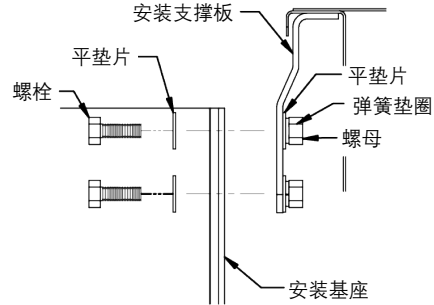

图 19 - 将安装基座固定在安装支撑板上
2. 用3/8" (10mm)五金件将安装基座上每一个孔和安装支撑板上的每一个孔都对准（见**图19**）。